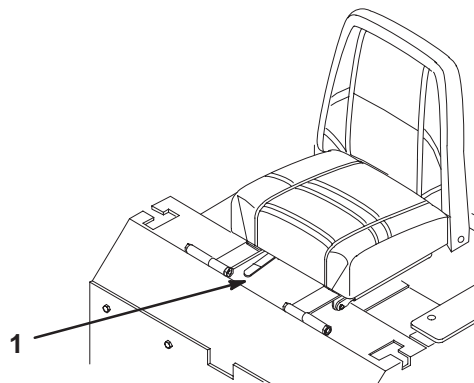

Figure 21
1. Poussez le levier sur le côté pour débloquent le siège (Fig. 21).